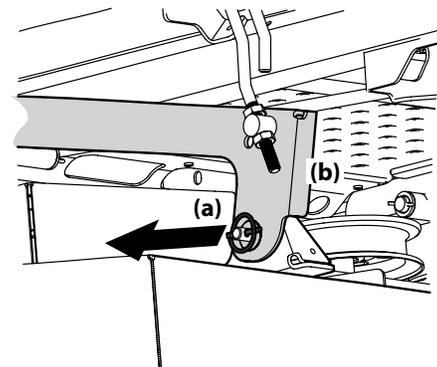

Figura 4-14
6. Ubique los pasadores de liberación (a) de la plataforma del lado izquierdo y del lado derecho que se encuentran a cada lado de la plataforma. Tire de los pasadores de liberación de la plataforma (a) hacia afuera y suelte la plataforma de los brazos de elevación (b) del lado derecho e izquierdo de la plataforma. Vea la Figura 4-14.
5. Tire de los pasadores de liberación de la plataforma hacia afuera y ubique la plataforma según sea necesario para alinear los orificios de los brazos de elevación de la plataforma con los pasadores. Consulte la Figura 4-14.